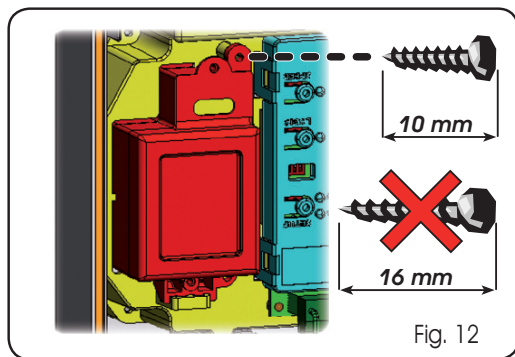

Fig. 12
2. Introduzca la batería en el alojamiento obtenido y fíjelo en los correspondientes soportes de anclaje (Fig.12).